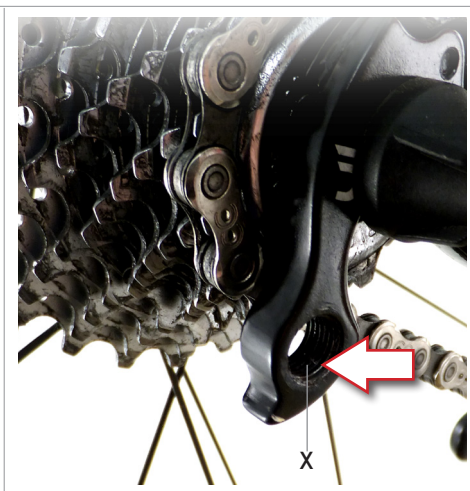

Fig.2
• Ripassate la filettatura dell'attacco cambio sul forcellino destro (X - Fig. 2) utilizzando un maschio con filettatura M10x1.